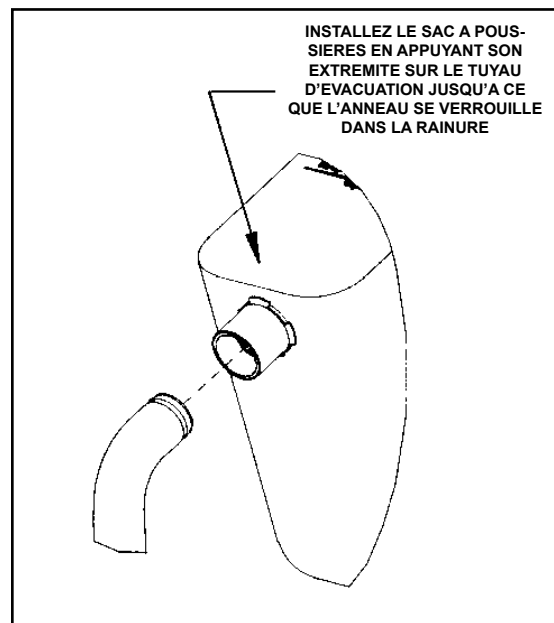

Figure 5
1. Installez le sac à poussières en appuyant son extrémité sur le tuyau d'évacuation jusqu'à ce que l'anneau se verrouille dans la rainure (figure 5). On y parvient plus facilement en appuyant sur l'arrière de l'ouverture du sac avec la paume de la main.
5. Pousser sur le bouton de verrouillage (1) et appliquer une pression des mains sur les leviers (2). Pour arrêter l'appareil, relâchez les leviers (Voir fig. 5).